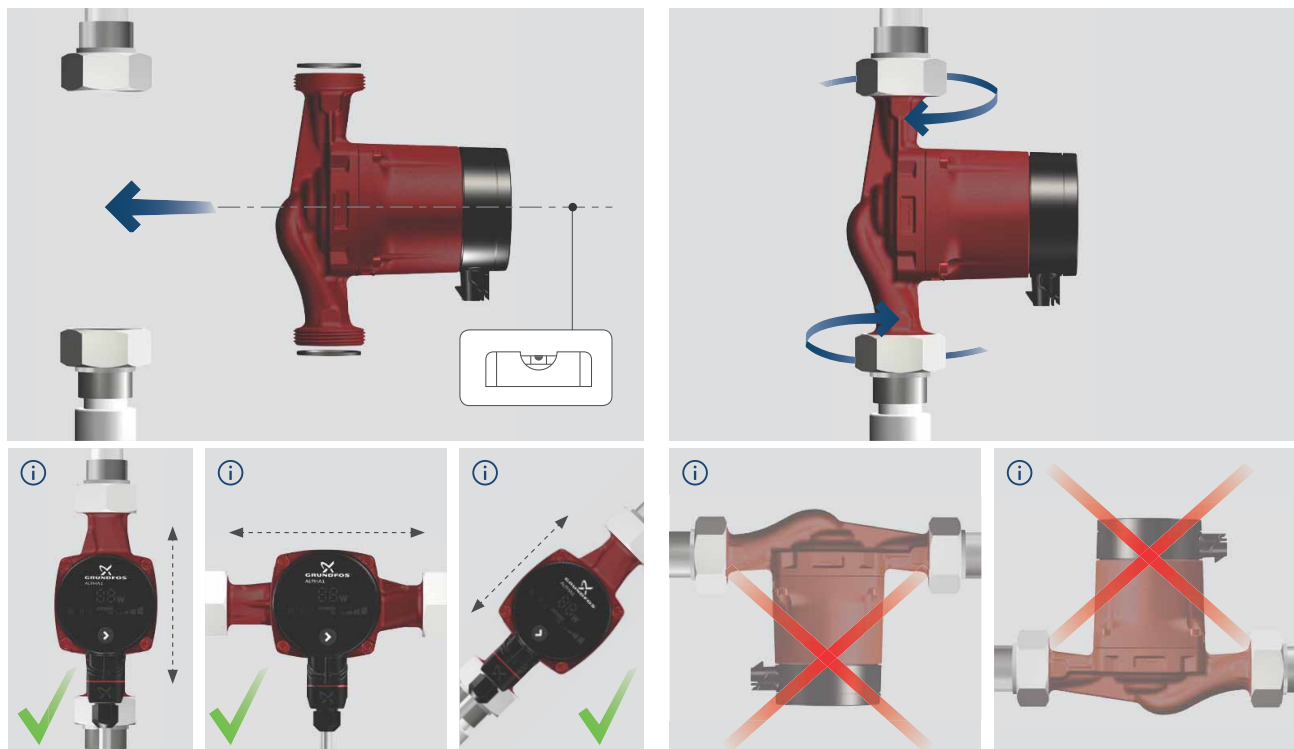

Fig. 4 Montering av GRUNDFOS ALPHA1
- Installera pumpen med motoraxeln horisontell. Se fig. 4.